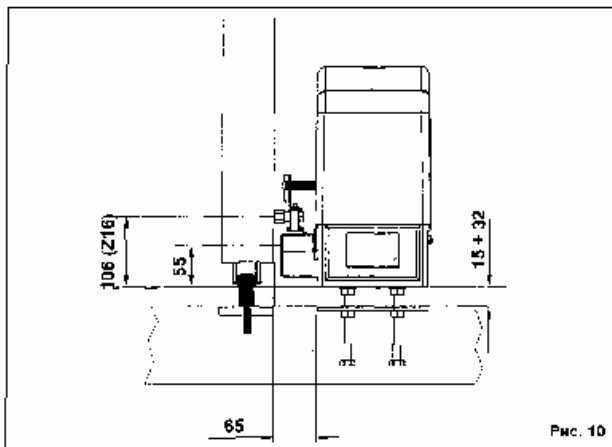

Рис. 10
- Установите высоту установки привода относительно пластины основания при помощи гаек равной 20 мм над уровнем пластины, проверьте установку привода по уровню и в соответствии с рис. 10;